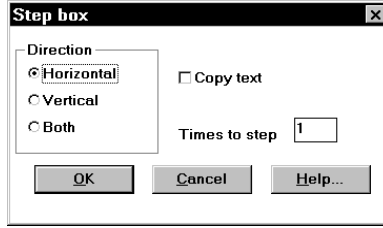

Figura 11. Cuadro de diálogo para realizar múltiples copias
- a) **Step Box...** (Múltiples copias). Esta opción provoca la aparición del cuadro de diálogo de la Figura 11, que permite realizar múltiples copias de los objetos seleccionados.